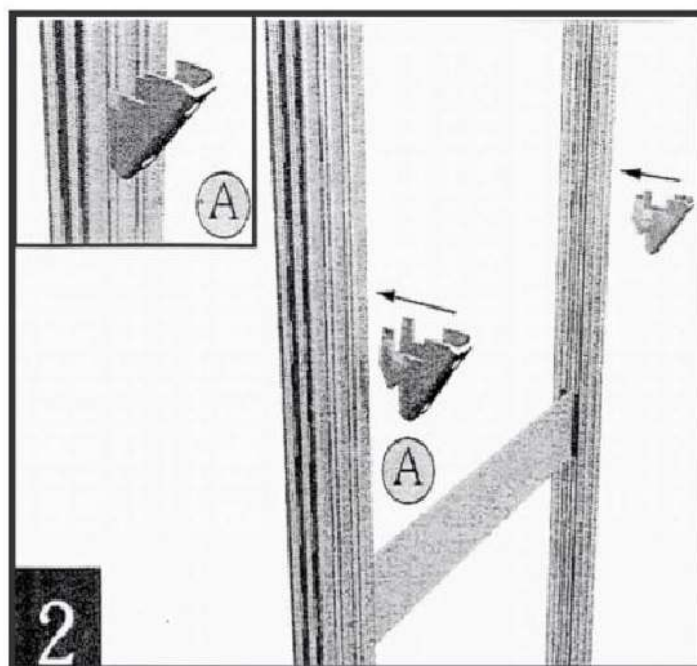

Рис.2 Установка кронштейнов для полок
2. Определитесь с уровнем расположения полок, установите на всех спаренных стойках на одном уровне кронштейны для полок (рис. 2).